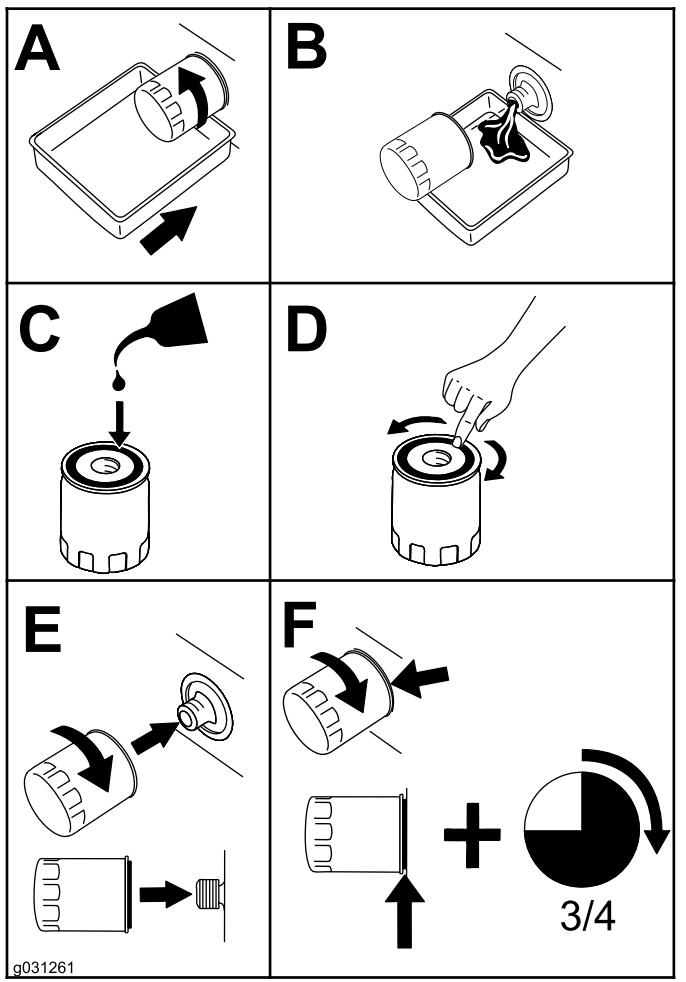

Bild 63
4. Wechseln Sie den MotorölfILTER (Bild 63).